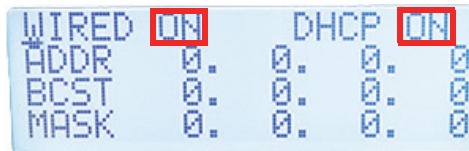

Figura 4-3 Menu DHCP
3. Per configurare velocemente il protocollo, usare i pulsanti delle frecce per definire **DHCP** come **ON** (vedi Figura 4-3 a pagina 64). Altrimenti modificare i parametri mediante i pulsanti delle frecce.